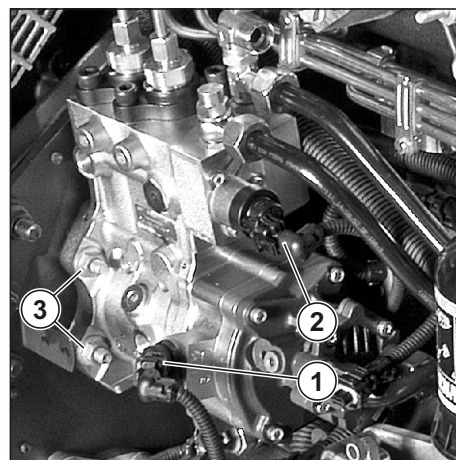

Рис. 28. Снятие насоса топливного.
3.26. Снятие насоса топливного. (см. Рис.28)